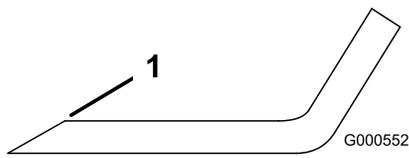

Figura 34
1. Utilice una lima para afilar el filo de corte en ambos extremos de la cuchilla (Figura 34).
Nota: Si la cuchilla no está equilibrada, rebaje algo el metal en la parte de la vela solamente (Figura 34).